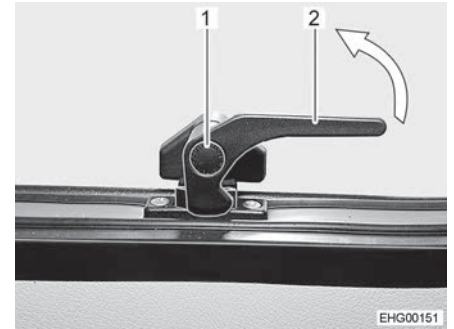

Fig. 30 Levier de verrouillage, bas, (position "Fermé")
- Appuyer sur le bouton de sécurité (Fig. 30,1) sur le levier de verrouillage du bas (Fig. 30,2) et le maintenir enfoncé.
- Tourner le levier de verrouillage du bas (Fig. 30,2) d'un quart de tour en direction du centre de la fenêtre.